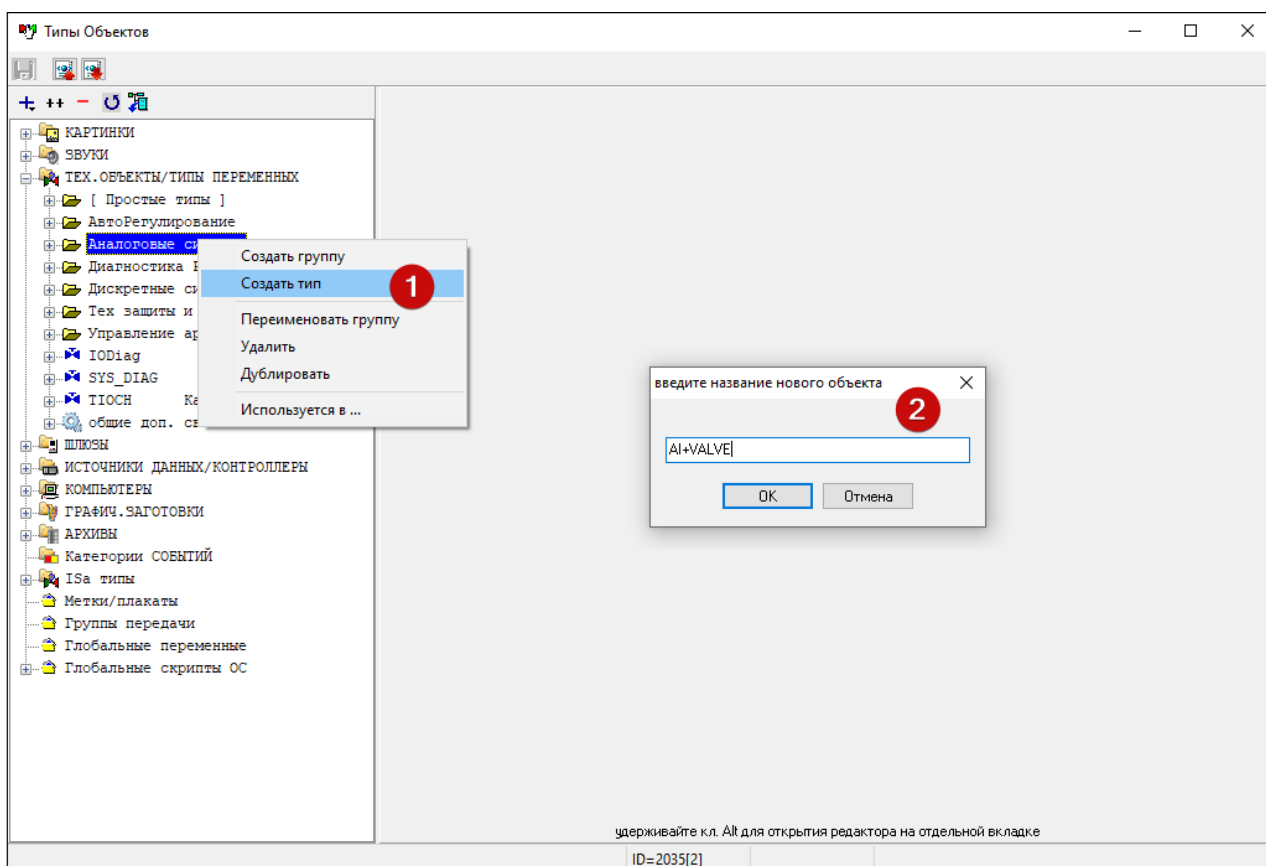

Рисунок 16.1. Создание нового типа
- b) выбрав пункт контекстного меню "Создать тип" (рис. 16.1 [1]).
- 4) В открывшемся окне введите название нового типа (рис. 16.1 [2]).